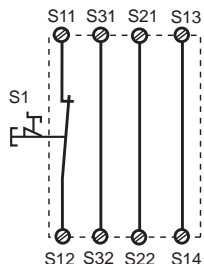
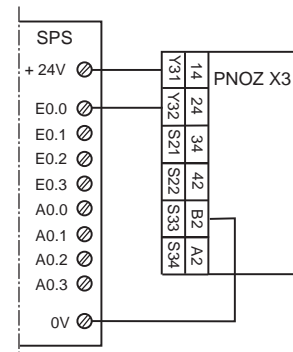

Fig. 2: Eingangskreis einkanalig, automat. Start/Single-channel input circuit, automatic reset/Commande par 1 canal, validation automatique
Fig. 10: Anschlußbeispiel für Halbleiterausgang/Connection of semiconductor output/ Câblage de la sortie statique
In Fig. 2 ... Fig. 10 sind Anschlußbeispiele für NOT-AUS-Beschaltung mit automatischem und überwachtem Start, Schutztürsteuerungen sowie Kontaktvervielfachung durch externe Schütze.
- Fig. 2 und 7: **keine** Verbindung S33-S34
In Fig. 2 ... Fig. 10 are connection examples for Emergency Stop wiring with automatic and monitored reset. Safety gate controls as well as contact expansion via external contactors.
- Fig. 2 and 7: S33-S34 **not** connected
Les figures 2 à 10 représentent les différents câblages possibles du PNOZ X3 à savoir : poussoir AU avec réarmement automatique ou auto-côntrolé, interrupteurs de position et augmentation du nombre des contacts de sécurité par contacteurs externes.
- Fig. 2 et 7: **pas** de câblage sur S33-S34